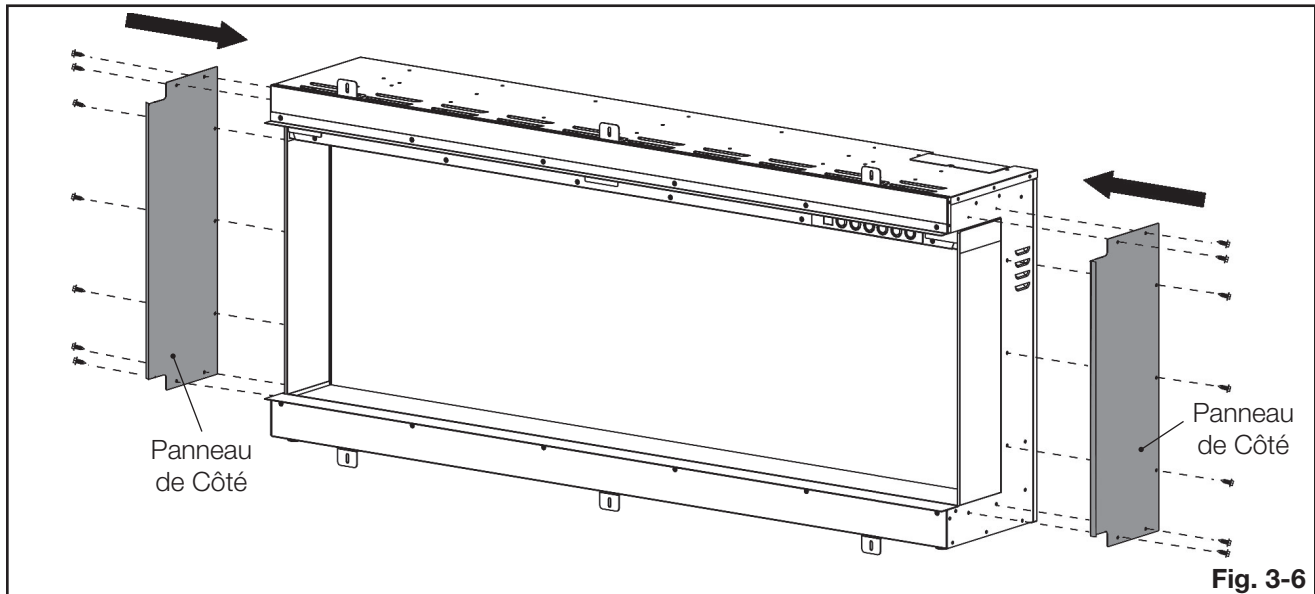

Fig. 3-6
1. Ré-sécurisez les deux panneaux de côté à l'aide des 14 vis précédemment enlevé (**Fig. 3-6**).